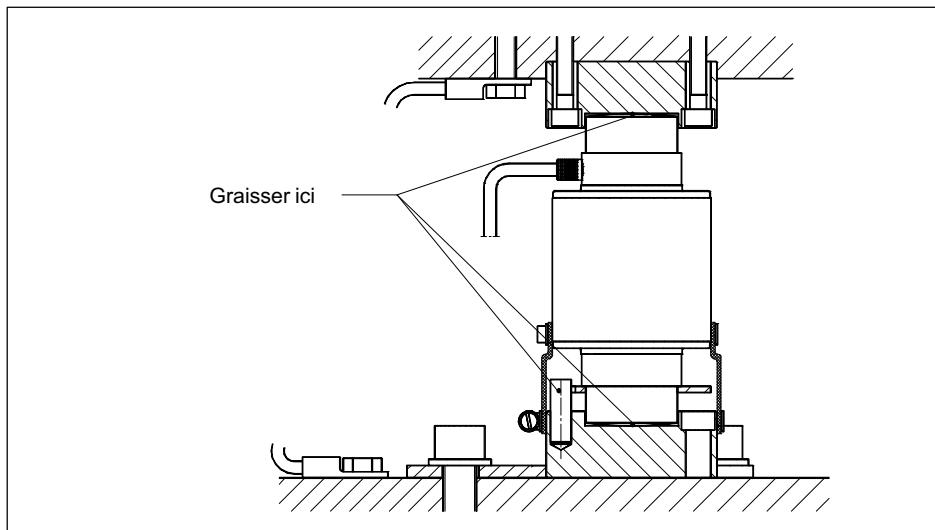

Fig. 6.2 Endroits à graisser
- ▶ Pour les protéger de l'usure, de l'encrassement et de la corrosion, graisser généreusement les éléments de mise en charge supérieurs et inférieurs dans leur logement ainsi que la goupille de serrage et la sécurité anti-rotation sur le peson avec la graisse fournie (Fig. 6.2).